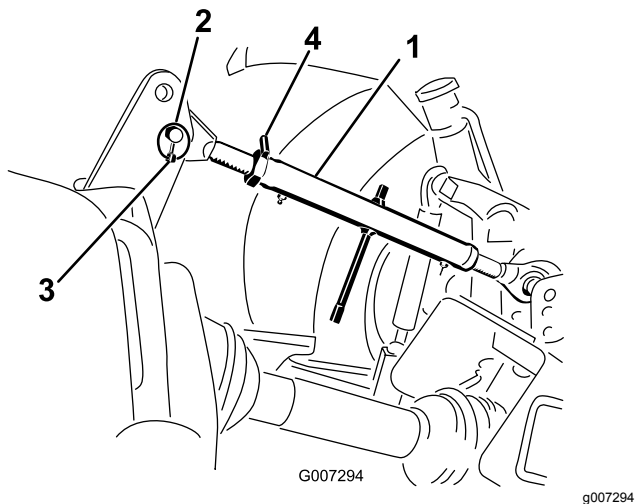

图8
1. 将上连杆连接到支架中的下孔并用连杆销和保险销将其固定图8。
3. 旋转上连杆将其紧固。对其进行调节直至打孔机机架前端与水平变成 90° 图8。